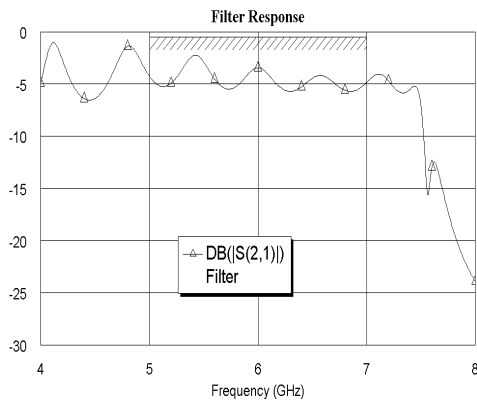

Рис. 3.165
4. Щёлкните по значку **Analyze**. Полученный график показан на рис. 3.165. Как видно из полученной характеристики, мастеру синтеза на удалось синтезировать фильтр с характеристикой, близкой к требуемой. Можно попытаться настроить фильтр, используя блок настройки, или создать свою схему, отличную от созданной Мастером синтеза. Мы сделаем второе, создав схему фильтра с кондуктивной связью.